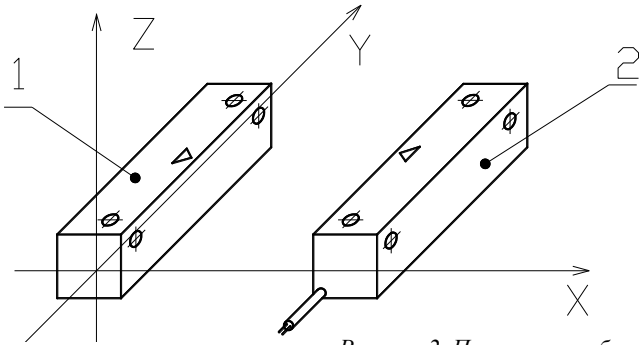

Рисунок 2. Перемещение блока магнита (исп. 100, 102, 104, 105) относительно блока геркона. 1 – блок магнита, 2 – блок геркона.
4.2. Перемещение блока магнитов относительно блока геркона (рис. 2 и 3) должно производиться по осям X (возвратно поступательное) и Z (проходное). Перемещение по оси Y не рекомендуется, так как в этом случае происходит трехкратное замыкание и размыкание контактов геркона.